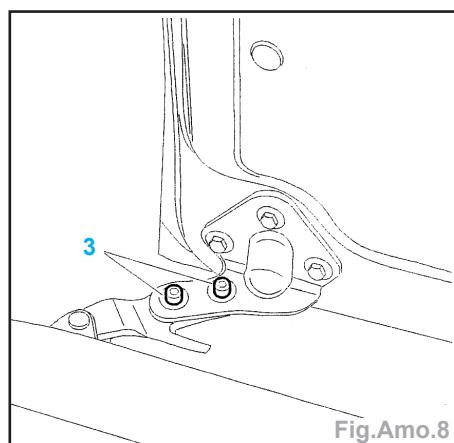

Fig.Amo.8
- Dégager le chariot central (2) de la porte latérale coulissante.
- Déposer les 2 vis (3) (Fig.Amo.8).